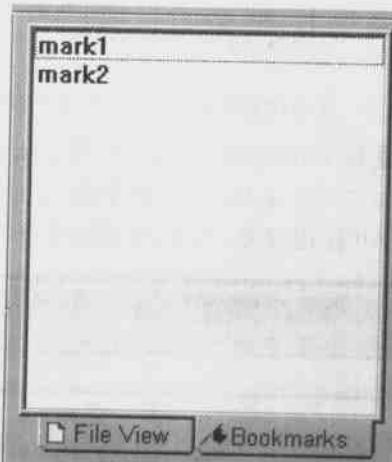

图 3.54 显示所有书签
- (1) Set a bookmark(设置书签) 在需要设置书签的地方右击,选择 Bookmark→Set a Bookmark 命令,或者在 Edit Toolbar(编辑工具栏)中单击 图标,就可以设置一个书签。
- (2) View the list of bookmarks(观察书签列表) 有以下 4 种方法可以观察书签列表:
- ① 在工程窗口中,单击 Bookmarks 书签,则显示所有的书签名字,如图 3.54 所示。